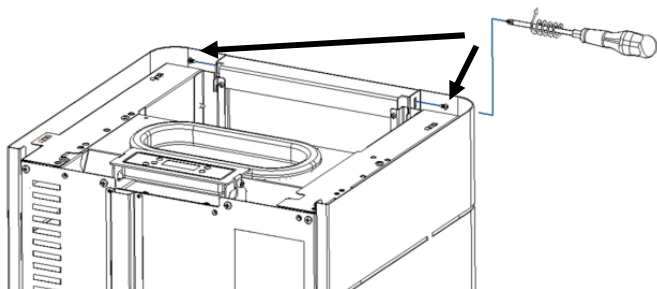

Figura 40 - Fijación de las envolventes laterales
d) Atornille los laterales al frontal como se muestra en la Figura 40 (utilice 2 tornillos A)